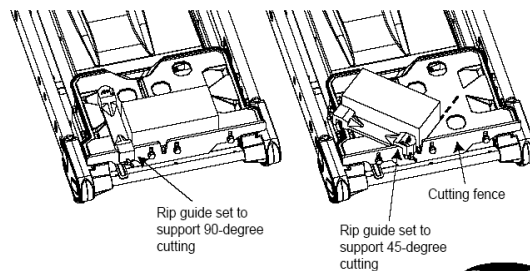

figure 14
La table de coupe est équipée d'une butée longitudinale contre laquelle le matériau à découper vient s'appuyer lors du sciage. Pour les coupes répétées ou pour les matériaux longs nécessitant un soutien, la butée de largeur fournie est utilisée avec la butée longitudinale. Elles permettent des coupes précises à un angle de 45 ou 90 degrés. (Voir la figure 14)
2. Placez la butée de largeur sur le côté gauche de la table. Voir à ce sujet la figure 14.